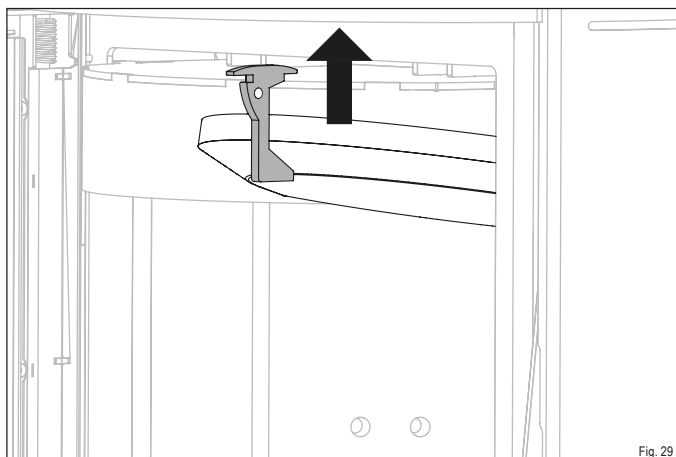

Fig. 29
- Faites glisser le support de la pierre thermique vers le haut (Fig. 29).